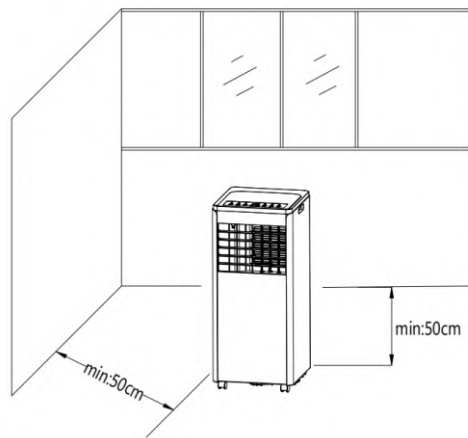

Figure 4
- 1) Déplacez la machine avec le tuyau thermique et les raccords installés devant la fenêtre, en veillant à ce que la distance entre le corps et les murs ou autres objets soit d'au moins 50 cm (comme indiqué sur la figure 4).